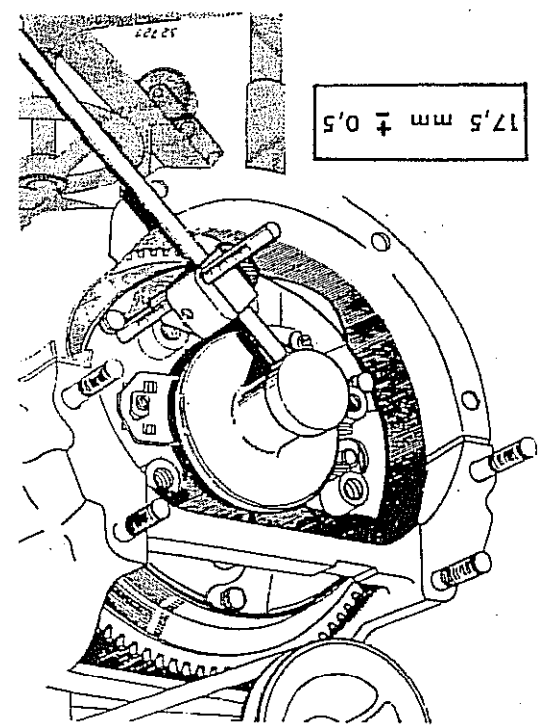

Fig. 138
- La medida de regulación debe ser de 17,5 mm \pm 0,5 medida en tres puntos distintos a 120° (Fig. 138). La regulación se consigue girando el tornillo de regulación con un destornillador y teniendo la tuerca con una llave para que no gire.